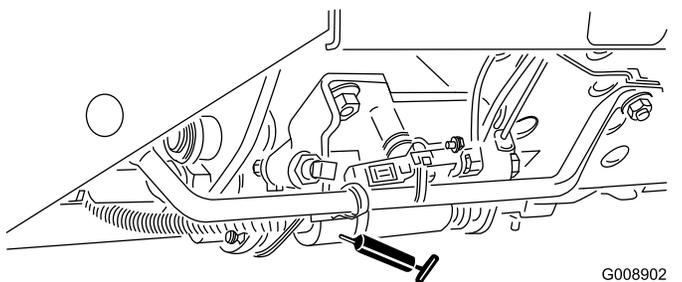

Рисунок 58
- Движок режима скашивания/транспортировки (Рисунок 58)